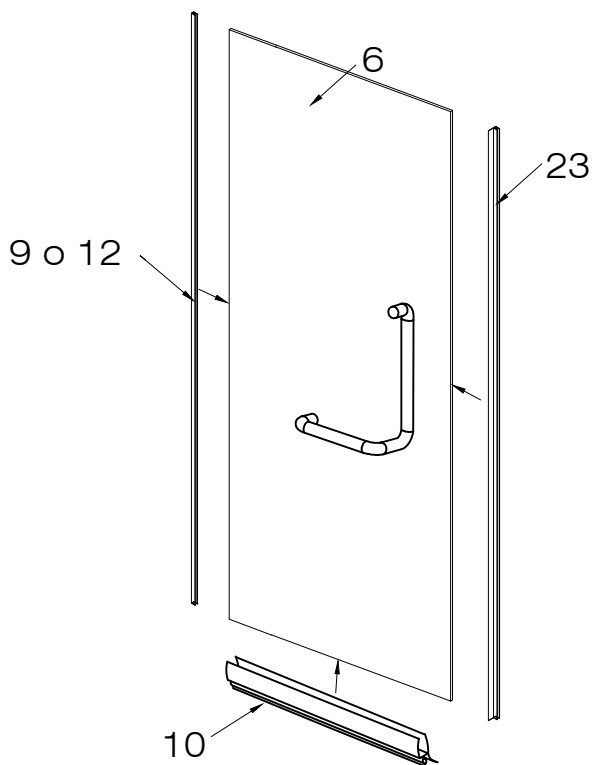

FIG.7
1. Cuando el borde de la puerta que da a la pared esté lejos de la base de la bisagra de giro (nro. 1), instale la tira selladora lateral de la puerta (nro. 12) en la puerta. Si se necesita la máxima longitud de la caja de ducha y el borde de la puerta está a una distancia a la cual puede tener fricción con el apoyo del vidrio, instale la tira selladora lateral sin tope (nro. 9). [CONSULTE LA FIG. 7].